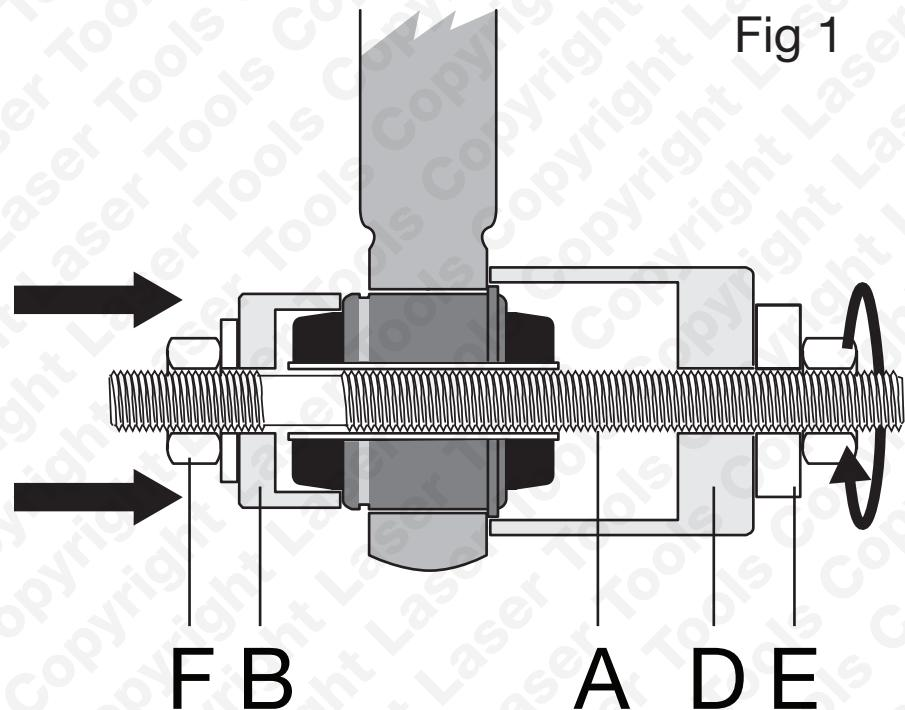

Fig 1
10. Assemblare l'attrezzo come illustrato nella Fig. 1; controllare che la parte piatta/ritagliata della coppa di supporto (D) sia rivolta verso la piastra posteriore del freno. Ruotare il gruppo dado/cuscinetto (E) in modo che la boccola esistente venga estratta nella coppa di supporto (D). Fare in modo che tutti i componenti rimangano diritti e allineati, per evitare danneggiamenti. 80 Nm coppia massima applicata a dado/cuscinetto (E).